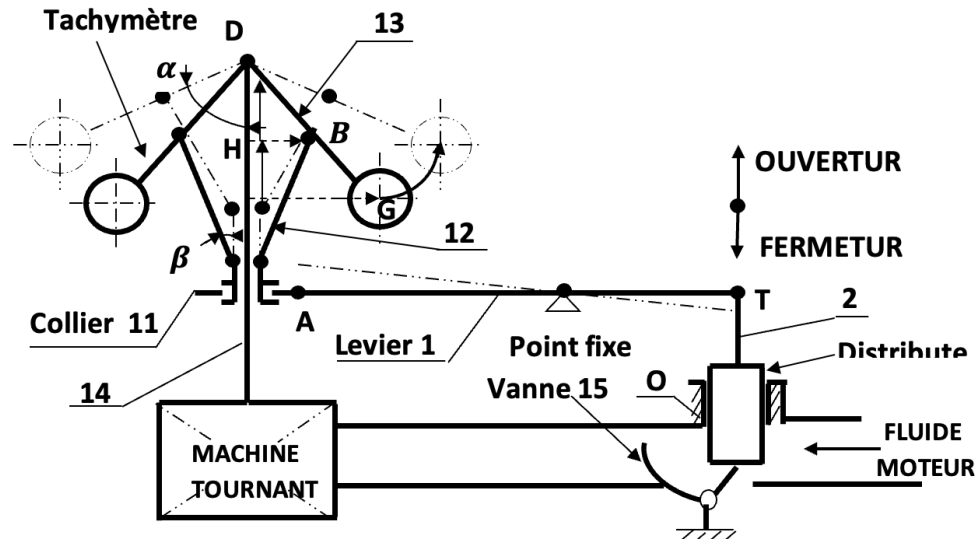
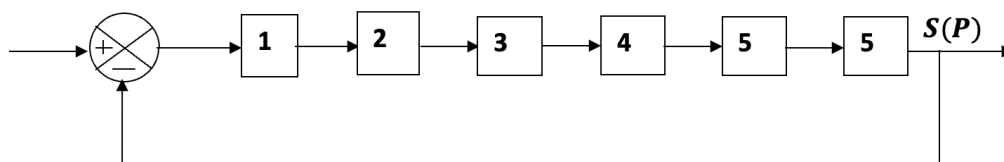
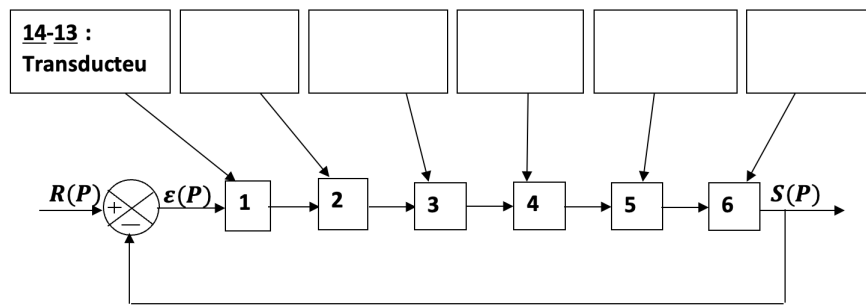

Fig.38
Fig.39
Fig.40
Soit le schéma de la Fig. 38.
- Donner la composition du régulateur de WATT ci-dessus en Fig. 38.
2-121 On donne le schéma de la Fig. 39 ci-dessous. Donner le nom de chaque élément de la chaîne directe.
2-122 On donne le schéma de la Fig. 40 ci-après. Application des noms des éléments de la Fig. 39 en complétant par le nom de chacun lu sur le régulateur de WATT de la Fig. 38.
a) Composition du régulateur de WATT (**Fig. 38**) :
2-121 Nom de chaque élément de la chaîne directe (**Fig. 39**) :
2-122 Application des noms des éléments de la **Fig. 39** par le nom de chacun sur le régulateur de WATT de la **Fig. 38** :